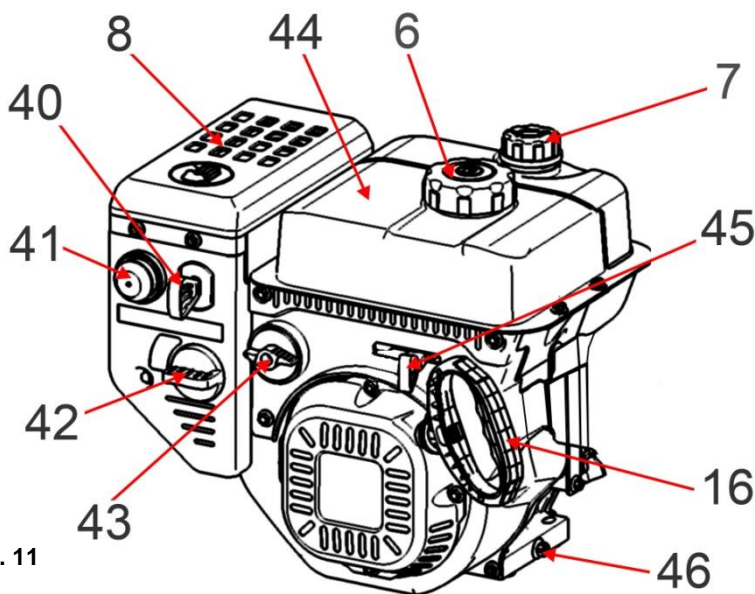

Рис. 11
- Открутите крышку (7). Крышка имеет встроенный щуп уровня масла.
- Снова выньте щуп – и на нем останется метка уровня масла. Если уровень масла меньше нижней линии (L) на щупе, долейте масло до отметки МАКСИМУМ (символ «Н») на щупе.
- Для слива отработанного масла, очистите поверхность около сливной пробки (46)(См. Рис.11).
Органы управления двигателя (См. Рис.11)
- Установите рычаг крана подачи топлива (43)(См. Рис.11) в положение «Открыто» (ON).
- Поставьте рычаг привода воздушной заслонки (42)(См. Рис. 11) в следующее положение:
- 5.3.1. Откройте топливный кран (43)(См. Рис.11).
- 5.3.2. Закройте воздушную заслонку карбюратора (42)(См. Рис.11).
- 5.3.4. Возьмите крепко в руки пусковую рукоятку (16)(См. Рис.11). Крепко удерживая ее в руках, плавно потяните шнур стартера, пока барабан стартера не войдет в зацепление с собачками храпового механизма.
- После запуска двигателя полностью откройте воздушную заслонку карбюратора (42)(См. Рис.11).
- Установите рычаг управления оборотами двигателя (дроссельной заслонки) (45)(См. Рис.11) в положение «Черепаша» (вправо).
- Установите кран подачи топлива (43)(См. Рис.11) в положение «ВЫКЛ» (OFF).